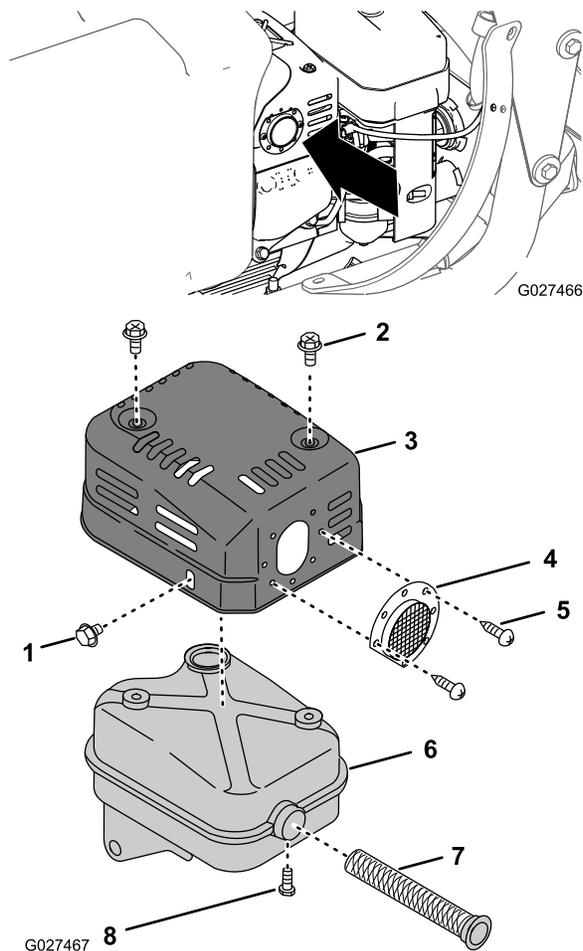

Figura 70
- Retire los 2 tornillos autorroscantes que sujetan la rejilla trasera a la cubierta del silenciador, y retire la rejilla (Figura 70).
- Retire los 2 pernos y el perno con arandela prensada que sujetan la cubierta del silenciador al silenciador (Figura 70).
- Retire el tornillo autorroscante que sujeta el parachispas al silenciador, y retire el parachispas (Figura 70).